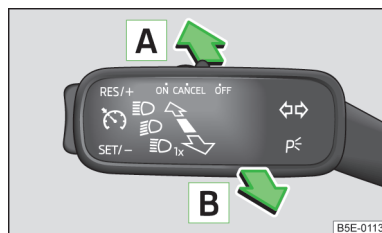

Fig. 31
- » Portare la leva in posizione **A** (posizione molleggiata) » fig. 31.
- » Se gli abbaglianti sono stati **attivati** automaticamente, portare la leva in posizione **B** (posizione molleggiata) » fig. 31.